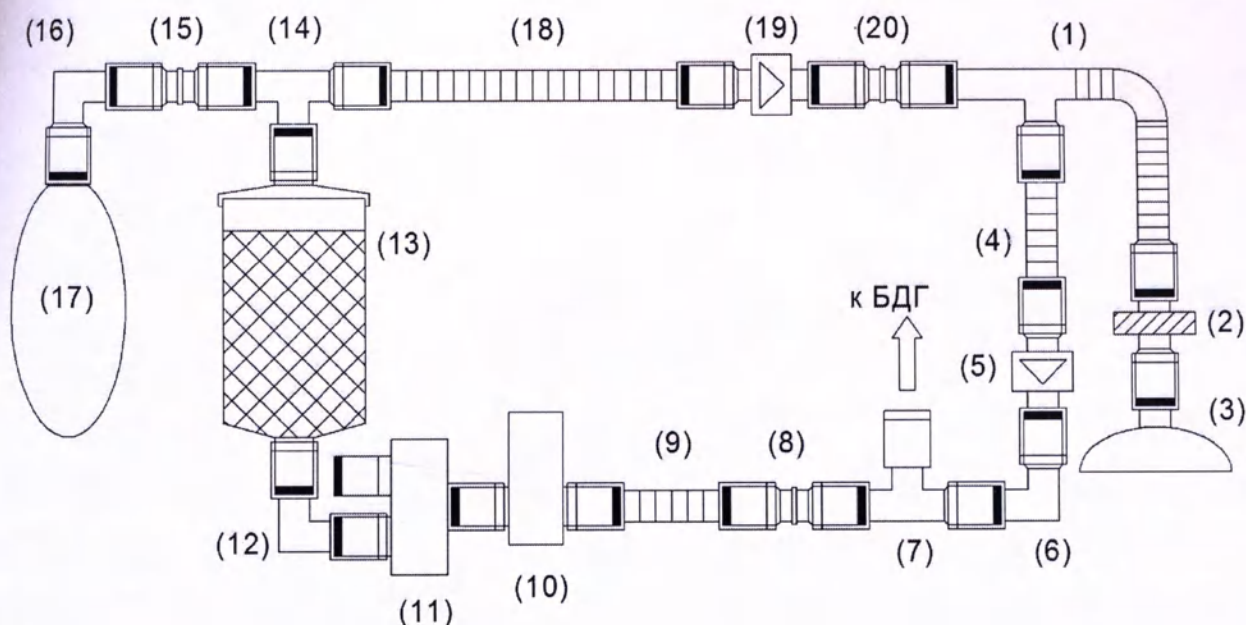

Рис.4 Схема соединения частей дыхательного контура
5.1.7 Для Комплекса в переносном исполнении на откидывающейся крышке корпуса расположен дыхательный контур, сборка которого осуществляется по схеме, рис.4.